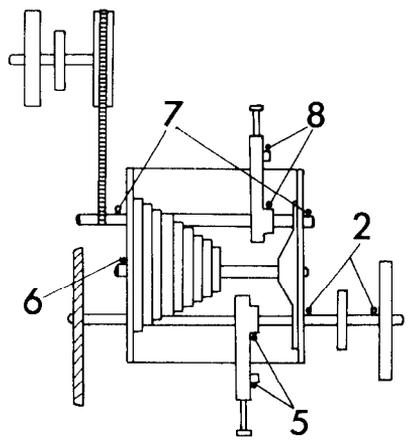

Abbildung 33
8. Lager für Ausgangswelle (Abb. 33/7)
9. Oberer Stellhebel (Abb. 33/8)
10. Unterer Stellhebel (Abb. 33/5)